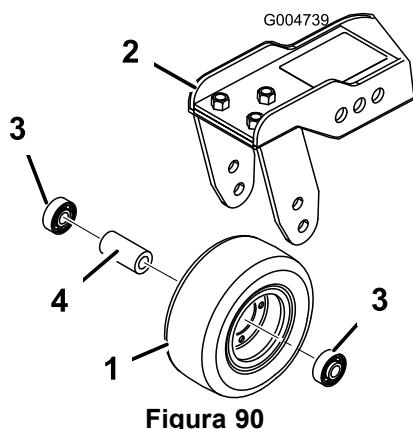

Figura 90
1. Retire a porca de bloqueio do parafuso que fixa a estrutura da roda giratória entre a forquilha da roda giratória (Figura 89) ou o braço articulado da roda giratória (Figura 90). Fixe a roda giratória e retire o parafuso da forquilha ou do braço articulado.
2. Retire o rolamento do cubo da roda e deixe cair a cunha do rolamento para fora (Figura 89 e Figura 90). Retire o rolamento do lado oposto ao do cubo da roda.